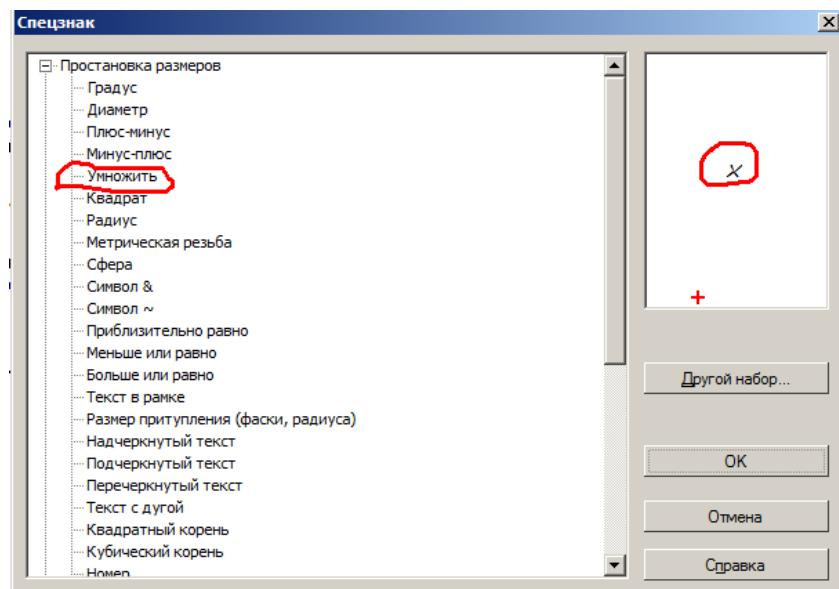

Рис. 35. Диалоговое окно выбора знаков
- выберите щелчком мыши строку **Вставить спецзнак....**. Откроется диалоговое окно **Спецзнак** (рис. 35);